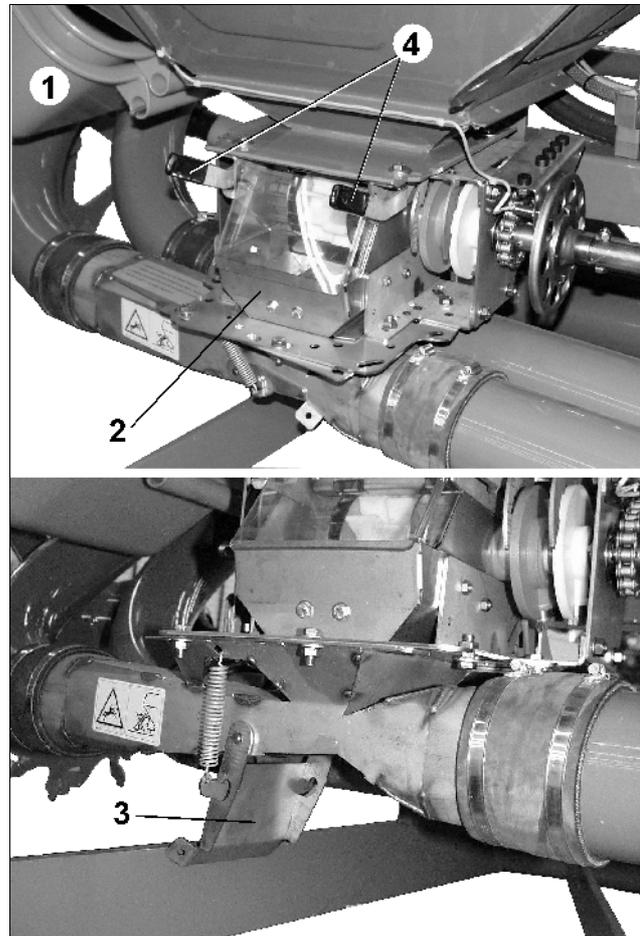

Fig. 102
- Zum Entleeren des Sätanks Auffangeimer (Fig. 102/1) unter die Dosiereinheit(en) (Fig. 102/2) stellen.
- Hebel (Fig. 102/4) nach unten drücken und arretieren. Mit dem Hebel wird ein Auslass hinter der Dosiereinheit geöffnet und der Sätank entleert sich (Evtl. zwischendurch Auslass wieder verschließen und Auffangeimer entleeren).
- Dann Injektorschleusenklappe (Fig. 102/3) öffnen und so den Injektor entleeren.
**Quetschgefahr** beim Öffnen und Schließen der Injektorschleusenklappe (Fig. 102/3)!